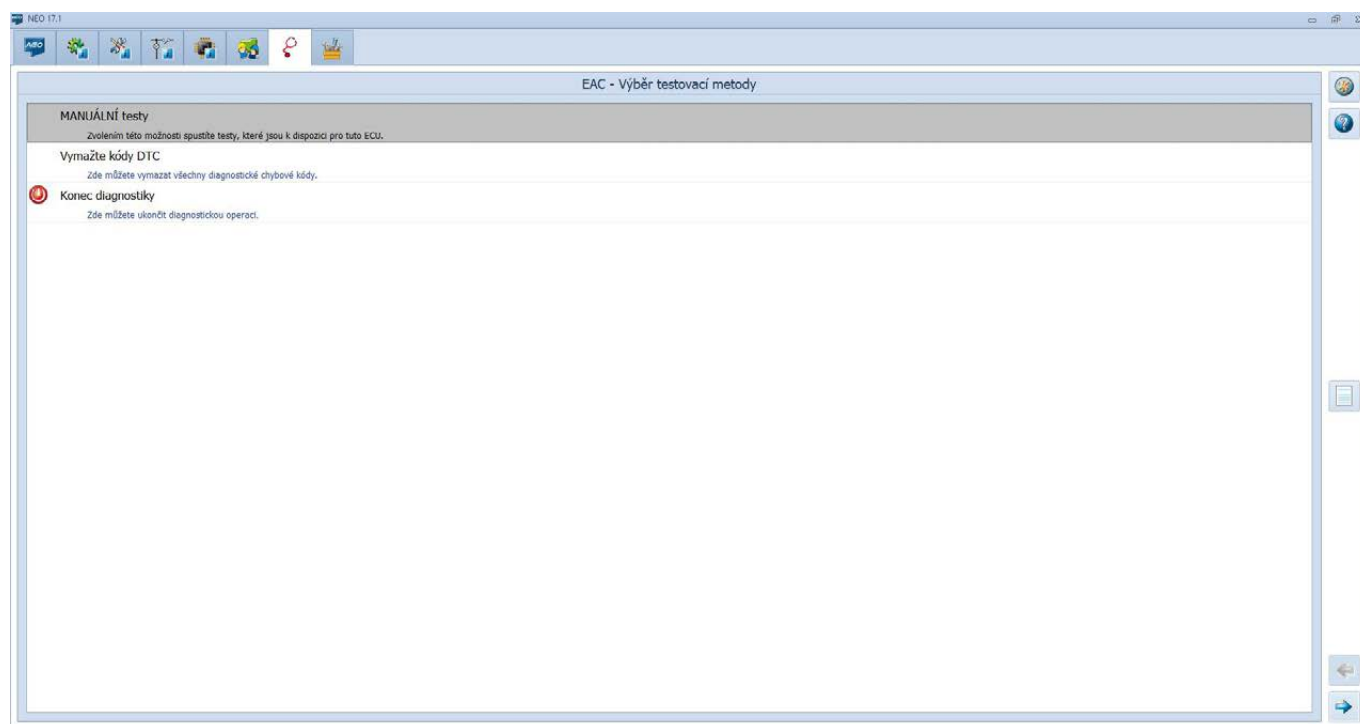

Fig. 15. Vyberte manuální testy
5. Jakmile je diagnostika EAC2 připojena, vyberte Manuální Testy (viz. fig. 15) a klikněte na šipku pro otevření další obrazovky